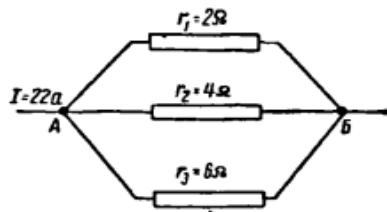

Рис.2.Схема розподілу гілок струму
4. Визначити струм у гілках схеми (див. рис.2).